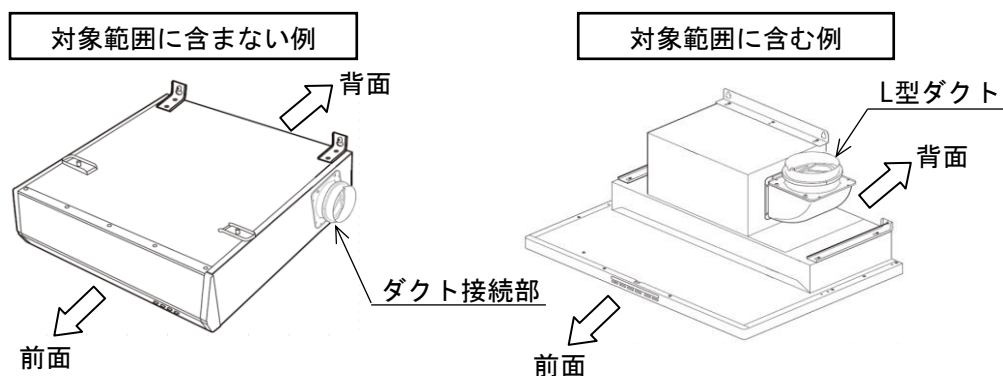

図2－対象範囲の例
- ・ダクト接続部が本体の背面または側面にあるものは対象範囲に含まない。ただし、ダクト接続部がL型ダクトを接続できる位置にあるものは対象範囲に含むものとする。図2に対象範囲の例を示す。